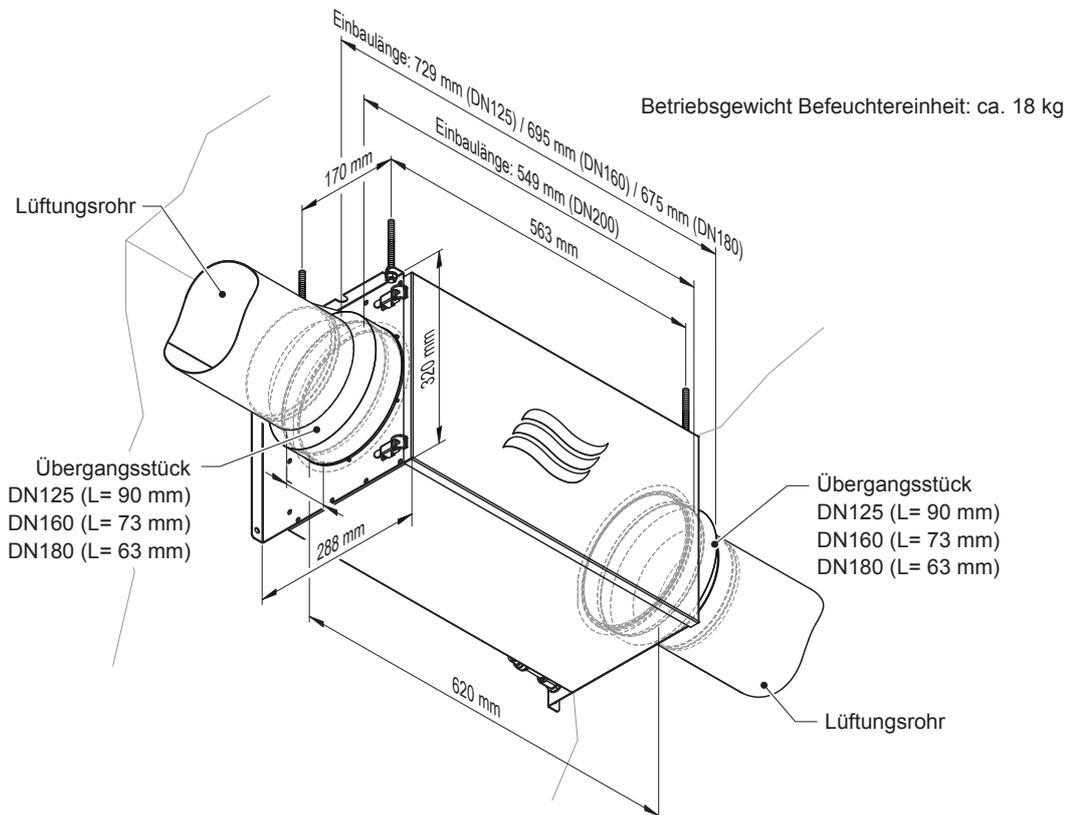
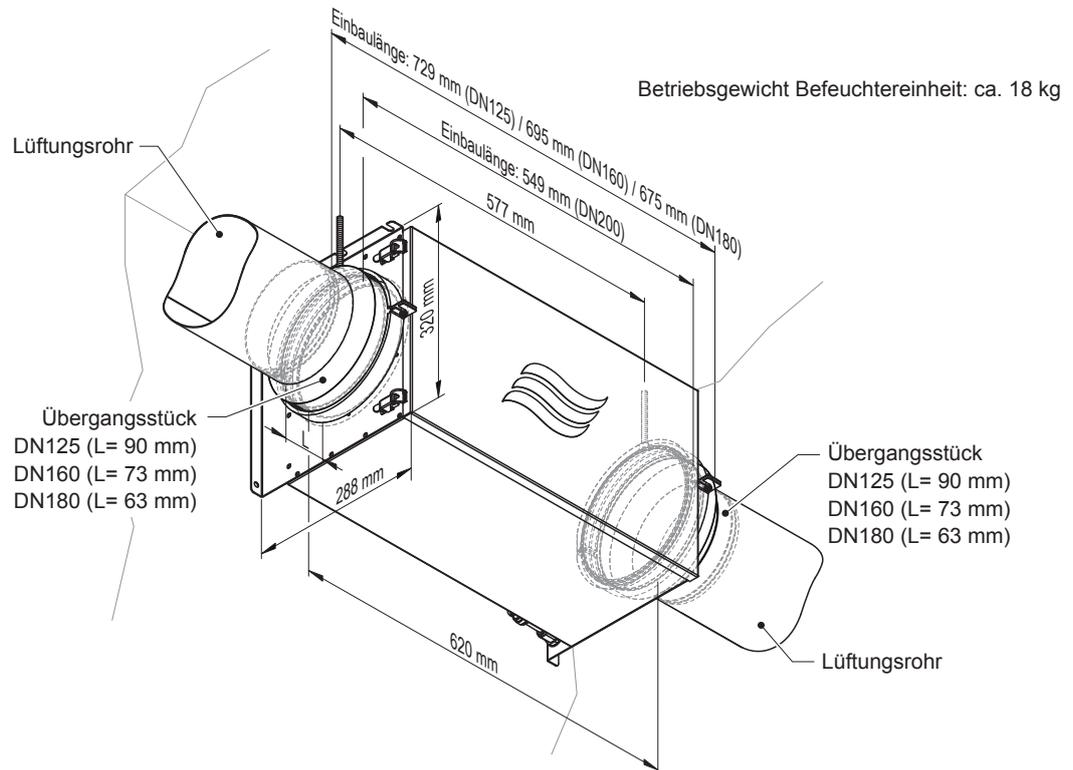
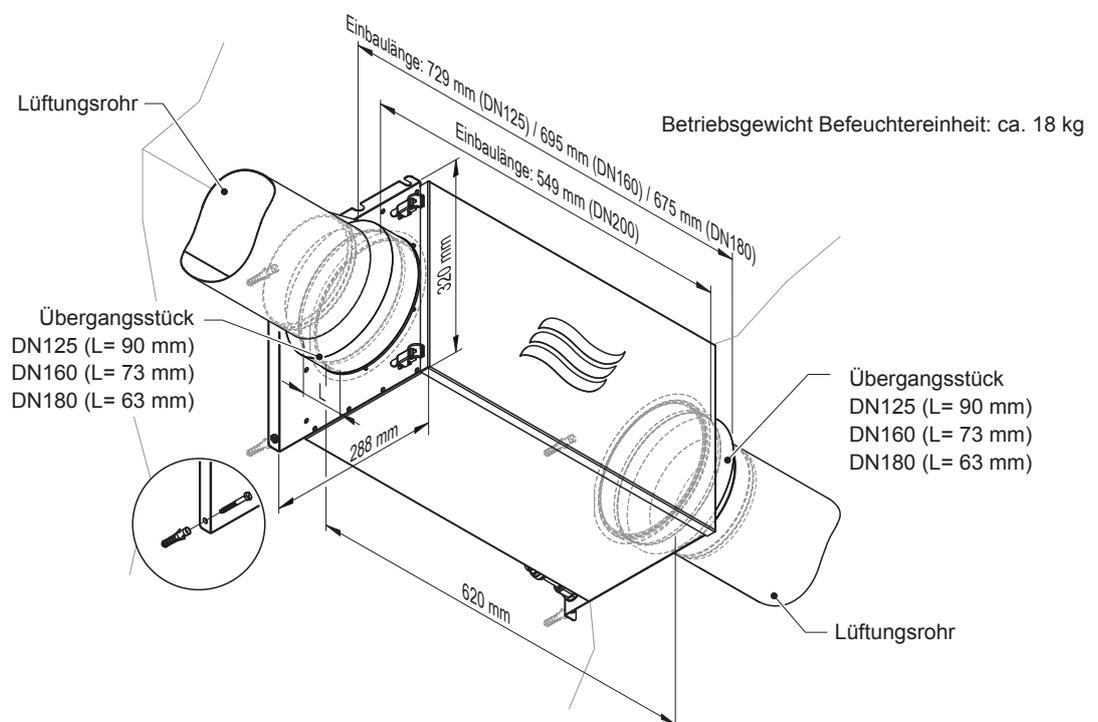

Abb. 5: Masse Deckenmontage mit Gewindestangen
Abb. 6: Masse Deckenmontage mit Rohrschellen
Abb. 7: Masse Wandmontage
- Die Decke/Wand an der die Befeuchtereinheit bzw. die Hydraulikeinheit montiert wird, muss eine ausreichende Tragfähigkeit aufweisen und für die Befestigung geeignet sein (siehe *Abb. 5*, *Abb. 6* und *Abb. 7*).
Deckenmontage mit Gewindestangen: Die Befeuchtereinheit wird mit vier Gewindestangen und Muttern an der Decke befestigt (siehe *Abb. 5*). Das hierfür notwendige Befestigungsmaterial ist nicht im Lieferumfang enthalten.
Alternative Deckenmontage mit Rohrschellen: Die Befeuchtereinheit wird mit zwei Rohrschellen $\varnothing 200$ mm an der Decke befestigt (siehe *Abb. 6*). Das hierfür notwendige Befestigungsmaterial ist nicht im Lieferumfang enthalten.
Wandmontage: Die Befeuchtereinheit wird mit 4 Dübeln und Schrauben (mitgeliefert) an der Wand befestigt (siehe *Abb. 7*).